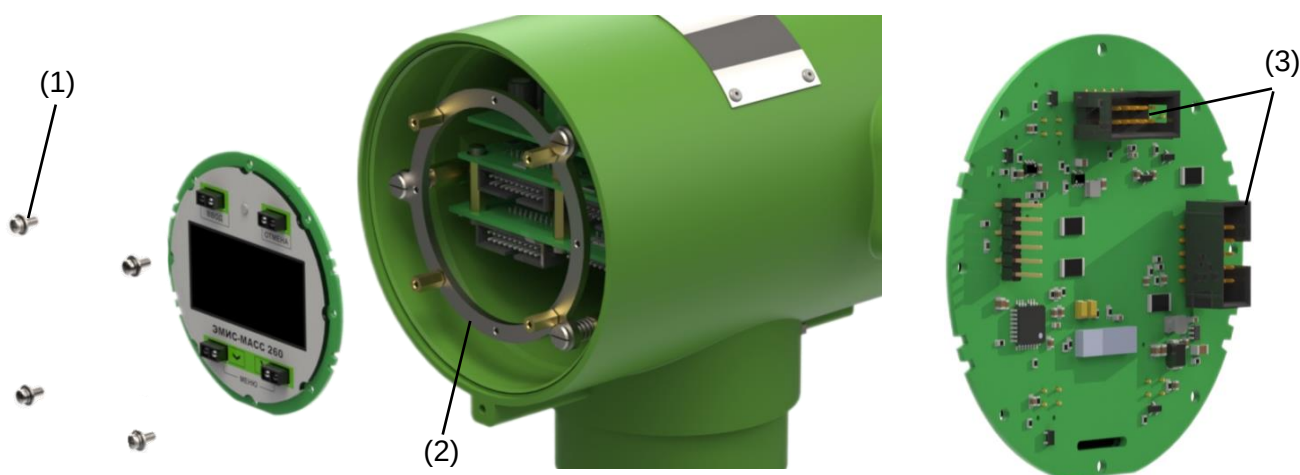

Рисунок 7.2. Поворот дисплейной панели ЭБ.
Конструкция электронного блока позволяет повернуть экран на угол кратный 45°. Модуль дисплея содержит крепежные отверстия по кругу, см. **Рисунок 7.2.** Для поворота экрана потребуется изменение положения модуля дисплея относительно крепежного кольца (2) внутри корпуса ЭБ, для этого необходимо:
- Открутить 4 винта (1), фиксирующих модуль дисплея на крепежном кольце (2);
- При необходимости перенести подключение шлейфа на другой разъем (3).